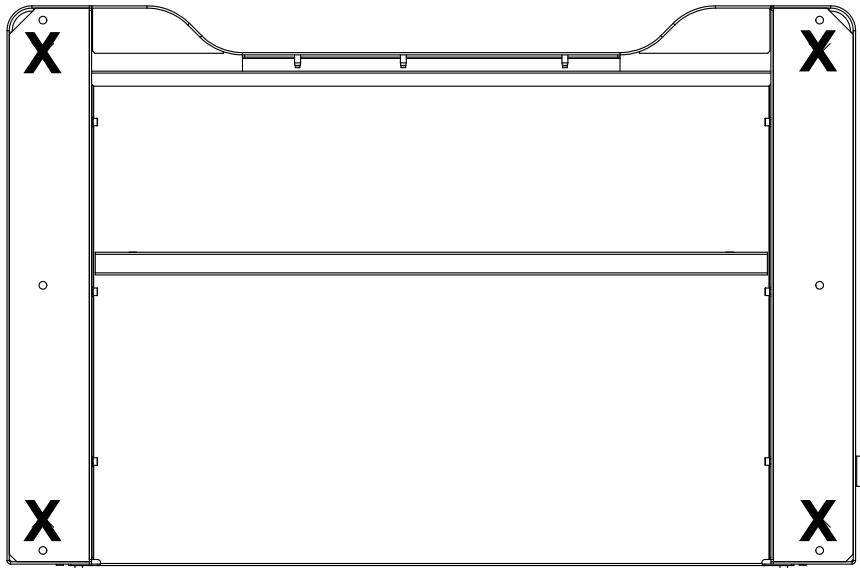

図 26. フレーム脚の位置を示すフレームの裏側
7. フレームを出荷用スキッドにボルトで固定するため、取り外したフレーム脚の位置を確認します。フレーム ベースの後部にある管状ブラケットを取り外し、フレーム脚を 85 ページの図 26 で示した位置に取り付けます。